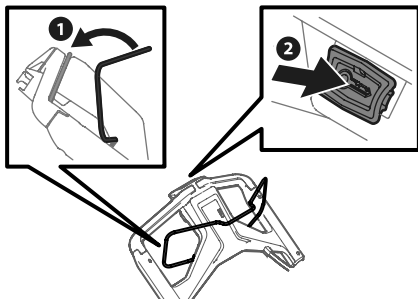

Figure 13
1. Parado detrás de la cortadora, tire de la manija de control de la cuchilla hacia atrás contra la manija superior (Figure 13).